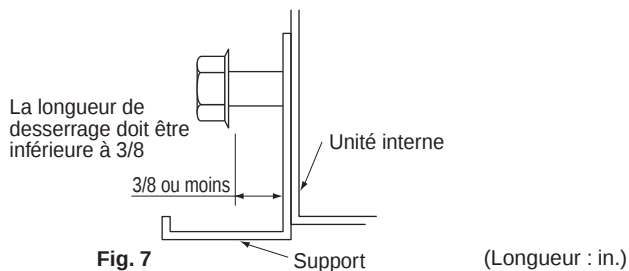

Fig. 7
- Desserrez les 2 boulons (M8) de fixation des supports, situés de chaque côté de ceux-ci (4 points à gauche et à droite), de 3/8 in. maximum. **(Reportez-vous à la Fig. 7, 8)**